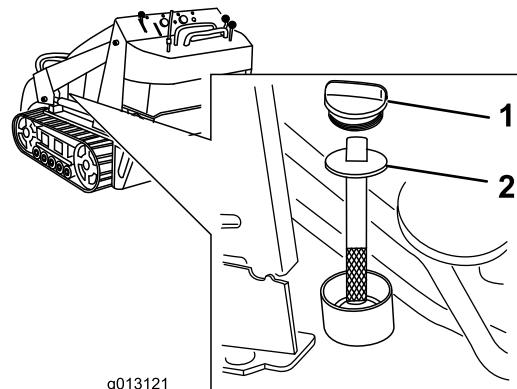

Рисунок 17
5. Очистите зону вокруг заливной горловины и крышки гидравлического бака (Рисунок 17).
6. Снимите крышку с горловины заливного отверстия и проверьте уровень гидравлической жидкости с помощью щупа (Рисунок 17).